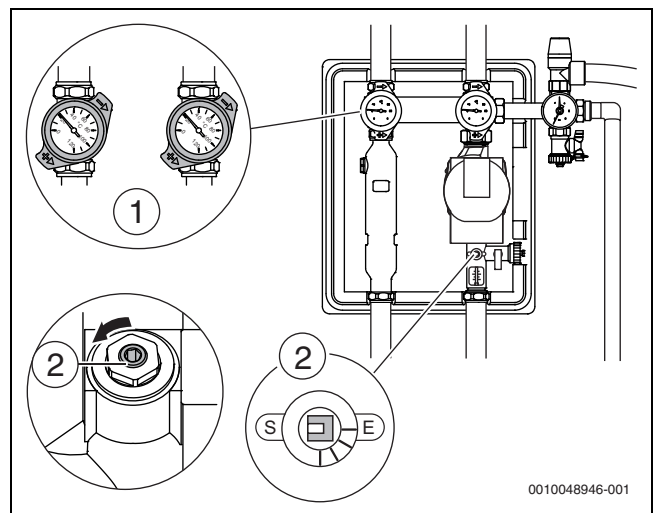

Bild 43 Geöffnete Absperreinrichtungen
- ▶ Kugelhähne (→ Bild 43, [1]) an den Thermometern auf 45° stellen und den Durchflussbegrenzer (→ Bild 43, [2]) sowie andere Absperrvorrichtungen öffnen.